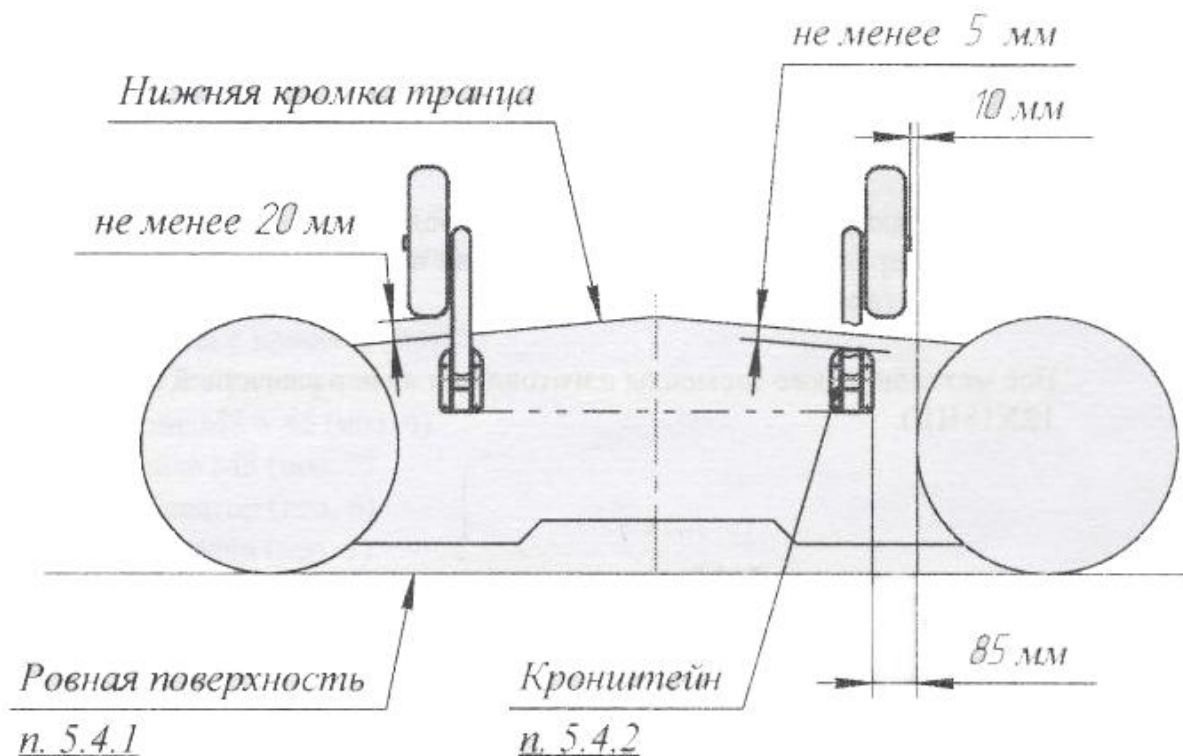

Рис.2 Вид в корму лодки
5.4 Последовательность монтажа шасси на лодку(рис.2):
- **5.4.1-** установить лодку на подставки, обеспечивая полное вывешивание стоек в нижнее положение над поверхностью (полом, столом) рис.2
- **5.4.2-** разметить положение кронштейнов на транце лодки с внешней стороны (рис.2) и пластин с внутренней стороны транца (рис.3) с нанесением отверстий. Не допускать выступание кронштейна за нижнюю кромку транца лодки. Пластина с внутренней стороны транца не должна упираться в слани и прижимные планки сланей.